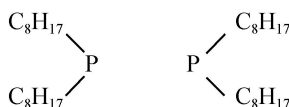

图 2
① 萃取原理是  $\text{Sc}^{3+}$  与萃取剂进行离子交换，萃取完成后水相的 pH (填“增大”“减小”或“不变”)。
② 两分子萃取剂易形成含 2 个氢键的二聚体，在图 2 中补全该二聚体的结构。